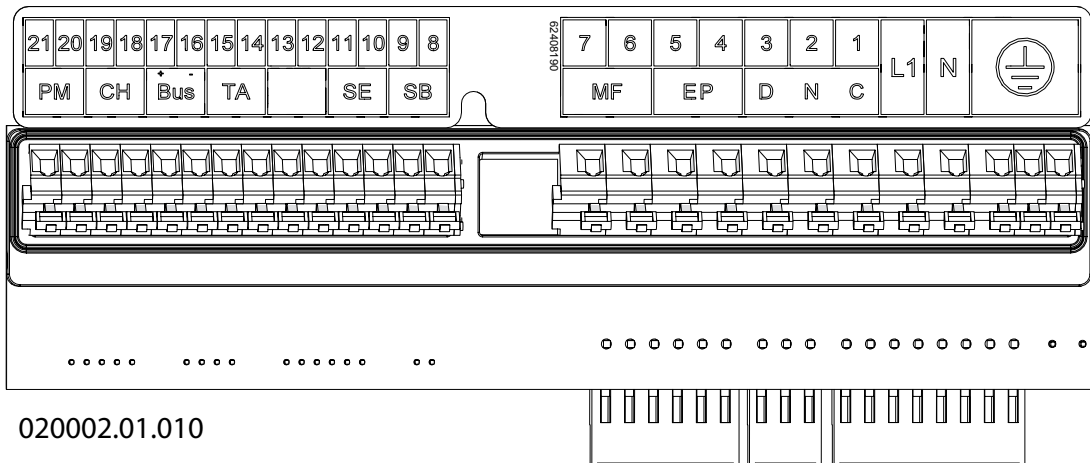

Figure 5-7 - Connexions électriques
#### Légende de la figure 5-7
Per connecter le câble d'alimentation électrique, la procédure est la suivante (voir la figure 5-7):
Pour connecter le câble de la Commande à distance, la procédure est la suivante (faire référence à la figure 5-7):
- 6.- connecter les 2 extrémités du câble aux bornes "TA" (voir la figure 5-7).
Pour connecter le câble de la Commande à distance temporisée, la procédure est la suivante (voir la figure 5-7):
- connecter les 2 extrémités du câble aux bornes "14" et "15" de la chaudière (voir la figure 5-7, détail "TA");
- 2.- connecter le câble bipolaire aux bornes "SE" dont à la figure 5-7;
Pour la connexion électrique il faut suivre la procédure ci-après (voir la figure 5-7):
**Dans le cas de l'installation selon la figure 4-6 la pompe de charge du ballon (détail "28" de la figure 4-6) doit être raccordée aux bornes "2" et "3" de l'appareil (voir la figure 5-7).**